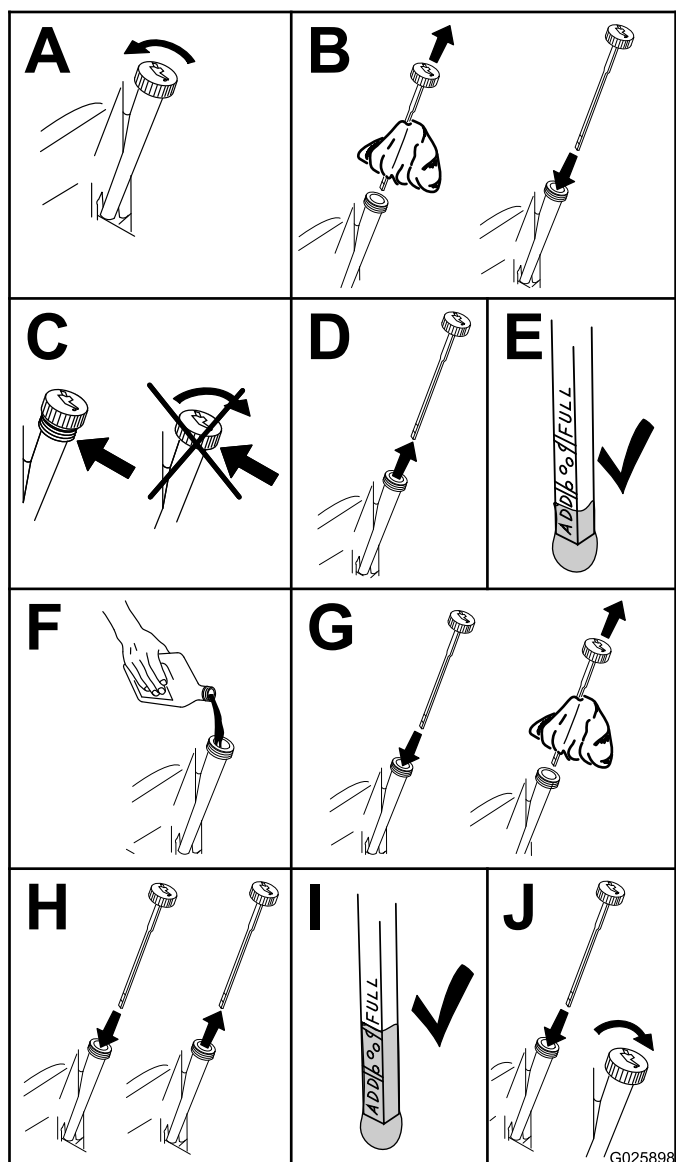

Figura 30
3. Compruebe el nivel de aceite del motor, según se muestra en Figura 30.